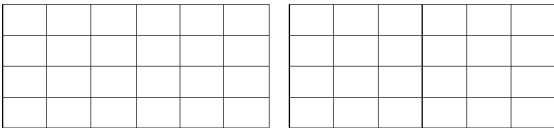

图 7-21 绘制的表格
9) 因绘制的表格没有标题，选中标题所在单元格，单击鼠标右键，选择【行】|【删除】命令，将标题所在单元格删除，得到一个 4 行 6 列的表格，用同样方法再绘制一个同样的表格，如图 7-21 所示。